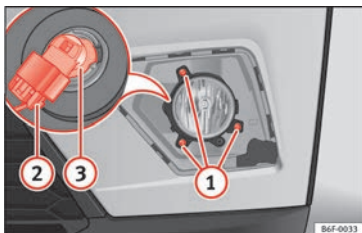

Abb. 115 Nebelscheinwerfer: Lampenträger ausbauen
2. Entfernen Sie die 3 Schrauben » Abb. 115 ① und ziehen Sie den Nebelscheinwerfer ab.
3. Ziehen Sie den Stecker von der Lampe ② ab.
4. Drehen Sie die Lampenfassung ③ nach links und ziehen Sie.